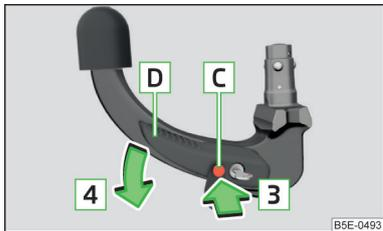

Abb. 180
- Den Auslösebolzen **C** in Pfeilrichtung **3** bis zum Anschlag hineindrücken und gleichzeitig den Bedienungshebel **D** in Pfeilrichtung **4** bis zum Anschlag drücken » Abb. 180.